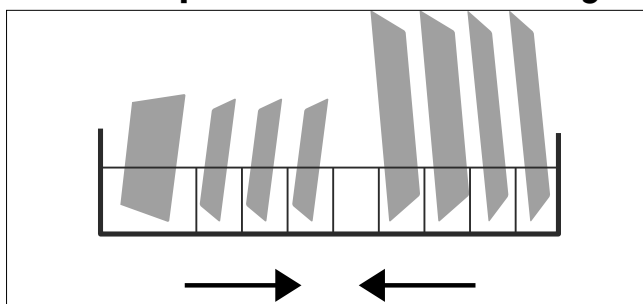

Fig. 16 - Caricamento del cestello per stoviglie
- ▶ Caricare il cestello per le stoviglie (6) come raffigurato nella **Fig. 16**. La freccia indica la direzione di inserimento.